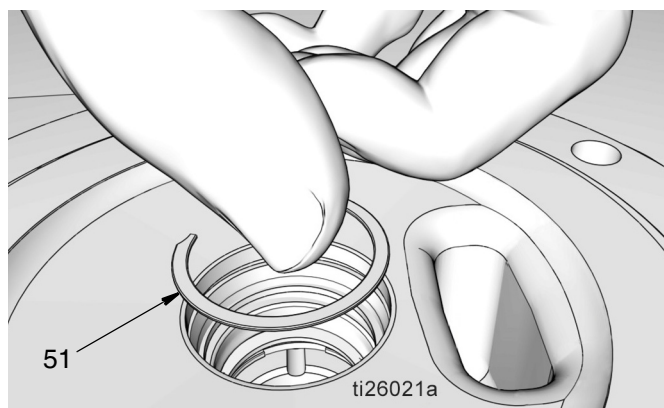

FIG. 35
- f. Installare la clip di fissaggio (51) (FIG. 35). Si deve avvertire un "clic" quando la clip di fissaggio viene correttamente inserita nella scanalatura.
- g. Installare il distanziale (12) (FIG. 35).